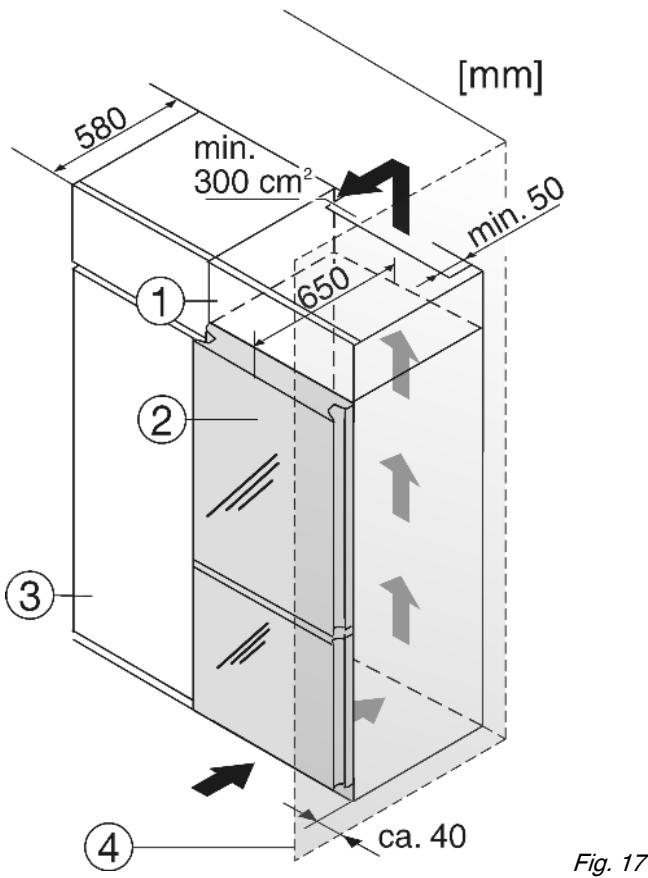

Fig. 17
(1) Дополнительный шкафчик
(2) Устройство
(3) Кухонный шкаф
(4) Стенка
Устройство может быть окружено предметами кухонной обстановки. Чтобы уравнять устройство Fig. 17 (2) по высоте с кухонной стенкой, можно установить над устройством соответствующий дополнительный шкафчик Fig. 17 (1).
При комбинировании с обычными кухонными шкафами (глубина макс. 580 мм) устройство можно установить непосредственно рядом с кухонным шкафом Fig. 17 (3). Дверь устройства выступает на 70 мм относительно передней стенки кухонного шкафа. Поэтому ее можно свободно открывать и закрывать.
Если устройство установлено на шарнирах у стены Fig. 17 (4), то расстояние между устройством и стеной должно быть не менее 40 мм.